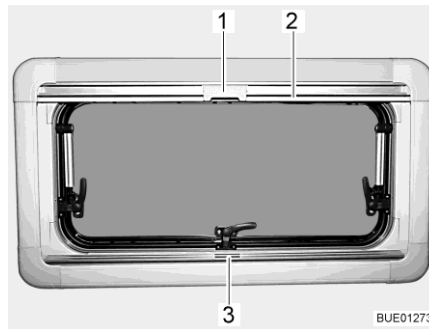
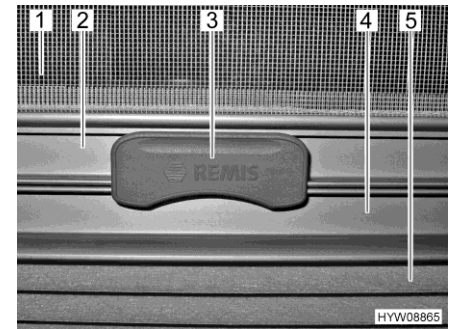

Bild 15 Ausstellfenster
Bild 16 Raste
Die Faltverdunklung (Bild 16,5) befindet sich im unteren Rollokasten.
- Faltverdunklung in der Mitte der Griffleiste (Bild 15,3 und Bild 16,4) fassen, von unten nach oben ziehen und auf der gewünschten Höhe loslassen. Die Faltverdunklung bleibt in dieser Höhe stehen.
Das Insektenschutzrollo (Bild 16,1) befindet sich im oberen Rollokasten.
- Insektenschutzrollo an der Griffleiste (Bild 15,2 und Bild 16,2) nach unten ziehen, bis es an der Griffleiste der Faltverdunklung (Bild 16,4) anstößt.
- Raste (Bild 15,1 und Bild 16,3) am Insektenschutzrollo mit der Griffleiste der Faltverdunklung verriegeln. Wenn die Raste verriegelt ist, können Faltverdunklung und Insektenschutzrollo gemeinsam verstellt werden.
- Raste (Bild 16,3) am Insektenschutzrollo oben drücken.
- Insektenschutzrollo an der Griffleiste (Bild 15,2) langsam zurückführen.